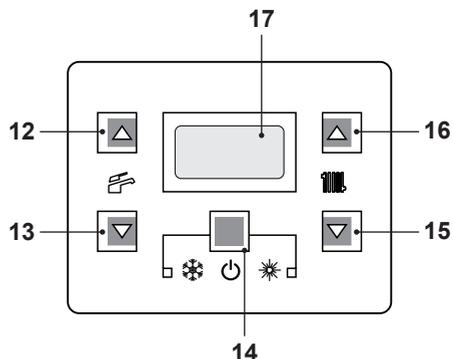
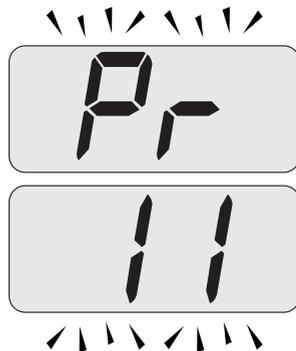

Figura 5.36
Figura 5.38
- Entrare in "modalità programmazione" premendo contemporaneamente per 10 secondi i tasti 14 - 15 - 16 (Figura 5.36) fino a far apparire sul display LCD le lettere **Pr** che si alternano con il codice **11**, indicanti l'entrata nel "parametro 11" (Figura 5.38).
- Scorrere i vari parametri utilizzando i tasti 15 o 16 fino a far apparire sul display LCD le lettere **Pr** che si alternano con il codice **11**, indicanti l'entrata nel "parametro 11" (Figura 5.38).
- Premere contemporaneamente i tasti 14 e 16 (Figura 5.36) fino a far apparire sul display LCD il valore del parametro 11 (10=60 secondi) (Figura 5.39).
- Premendo il tasto 14 (Figura 5.36) si ottiene la conferma del valore inserito.
- Premendo contemporaneamente i tasti 14 e 15 (Figura 5.36) si esce senza modificare il valore (ritorno alla lista parametri Figura 5.38)
- Premendo contemporaneamente per 10 secondi i tasti 14 - 15 - 16 (Figura 5.36) si esce dalla "modalità programmazione".